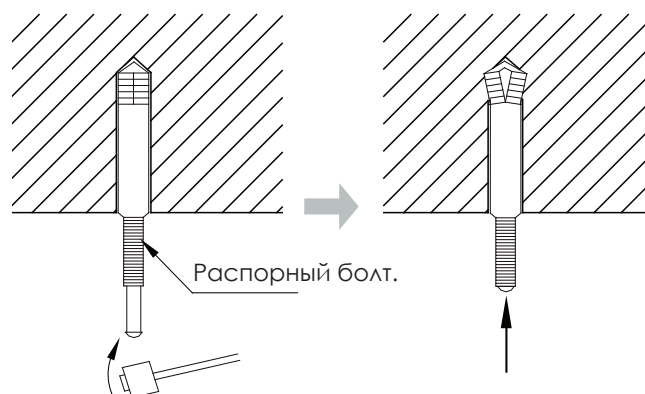

Рис. 4.1.4
2) Вставьте распорный болт M10 в отверстие и забейте в болт гвоздь, как показано на рис. 4.1.4